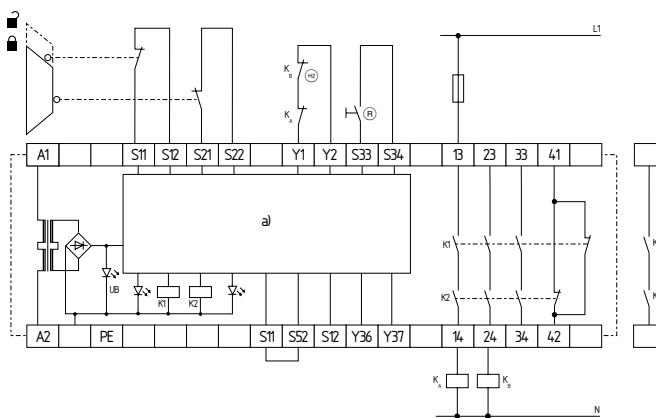

Abb. 2
**Zweikanalige Ansteuerung, dargestellt am Beispiel einer Schutz-türüberwachung mit zwei Positionsschaltern, davon ein Kontakt zwangsoffnend; mit externem Reset-Taster (R) (siehe Abb. 2)**
- (R) = Rückführkreis